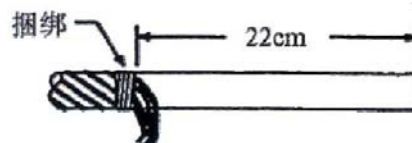

图21
A. 如图所示（见图 21）将电缆自其末端起 22厘米内的电缆护套切除。